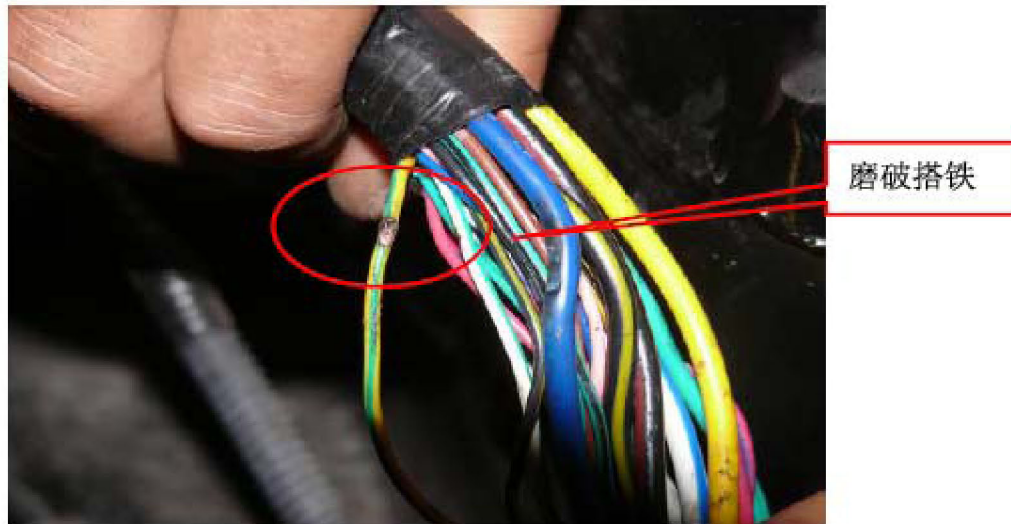

图 2
7. 经检查确定，与仪表板配电盒 D 口 9 号针脚连接的黄/绿线（通向前舱配电盒继电器控制模块）与左悬置摩擦破损短路（见附图 2），重新包扎并更换新的保险，反复试车，故障未再重现。